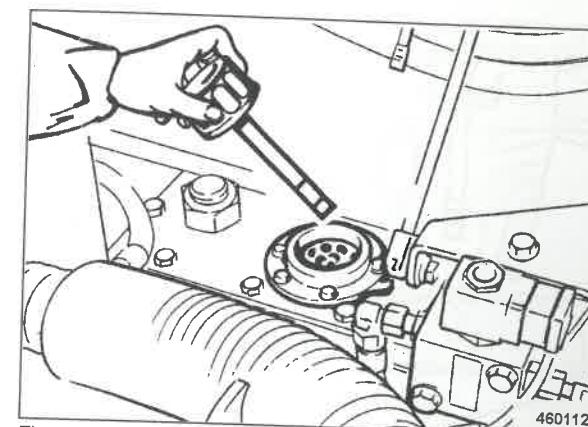

Fig. 132
- Rimuovere il tappo di chiusura del serbatoio dell'olio idraulico (Fig. 132).